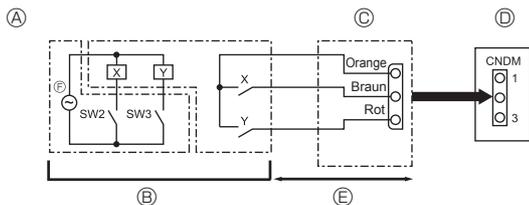

Fig. 9-2
9.2. Anforderungsfunktion (Veränderung vor Ort) (Fig. 9-2) (nur für Klimaanlage)